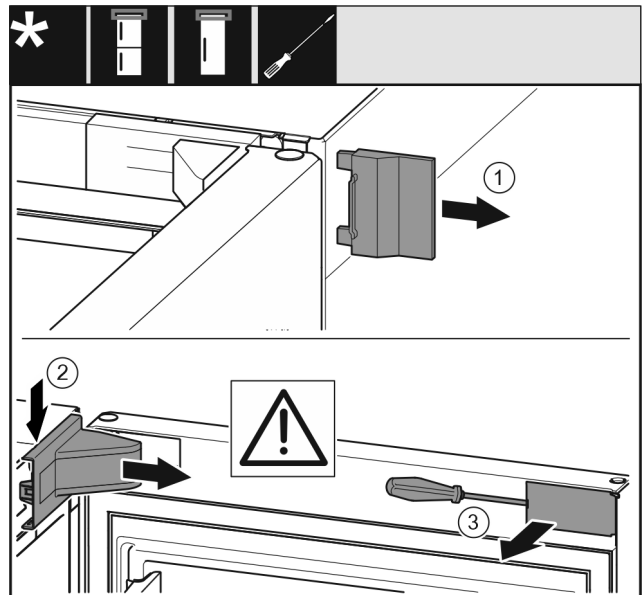

Fig. 6
- Зніміть зовнішню кришку. Fig. 6 (1)
- Звільніть і ослабте кришку опорного кронштейна. Зніміть кришку опорного кронштейна. *Fig. 6 (2)*
- За допомогою шліцевої викрутки звільніть від фіксатора та поверніть убік накладку. *Fig. 6 (3)*